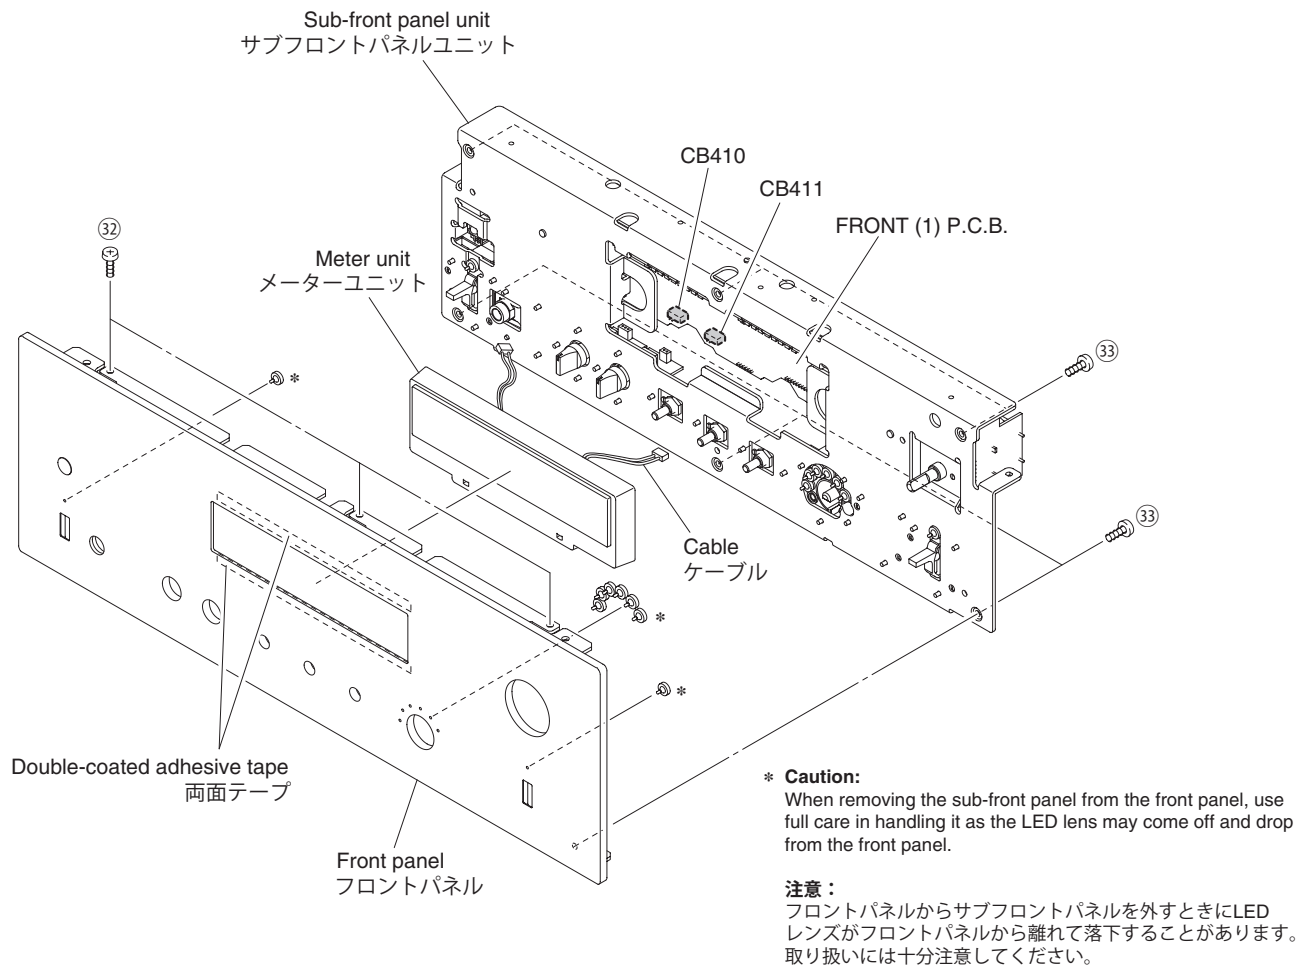

Fig. 15
- Remove 3 screws (32) and 6 screws (33). (Fig. 15)
- Remove CB410 and CB411. (Fig. 15)
- Remove the sub-front panel unit. (Fig. 15)
- Remove the meter unit. (Fig. 15)
- 32 のネジ 3 本、33 のネジ 6 本を外します。(Fig. 15)
- CB410、CB411 を外します。(Fig. 15)
- サブフロントパネルユニットを外します。(Fig. 15)
- メーターユニットを外します。(Fig. 15)